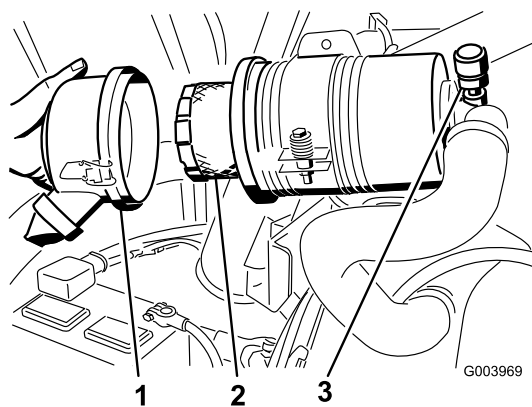

Bild 59
3. Nehmen Sie den Filter heraus und wechseln Sie ihn (Bild 59).